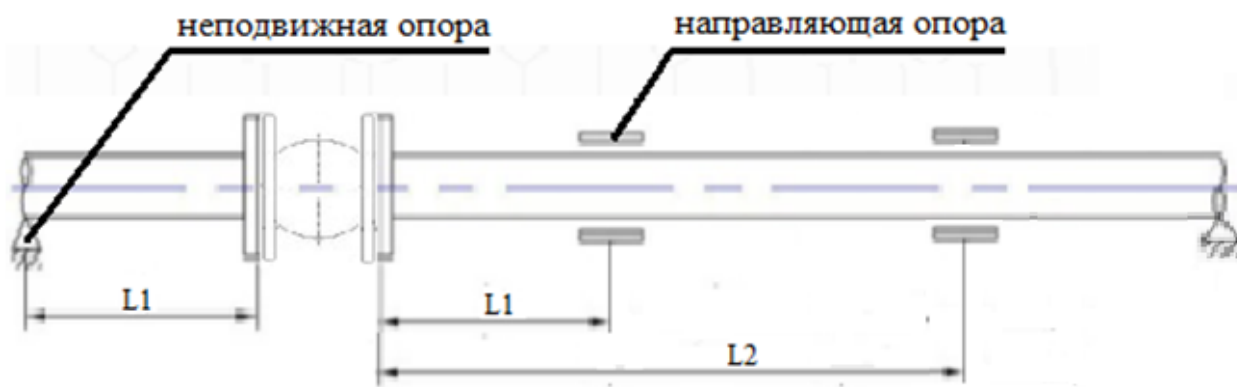

Рисунок 2
2.1.7. Компенсатор необходимо устанавливать вблизи неподвижной опоры на расстоянии не более  $2 DN$  ( $L_1$ , рис.2). Если расстояние от изделия до неподвижной опоры больше  $2 DN$ , то между ними должна быть установлена направляющая опора (или несколько), ограничивающая возможность поперечных и/или угловых сдвигов трубопровода, и обеспечивающая движения трубопровода по оси.
2.1.8. Первая направляющая опора должна быть установлена в пределах предельно допустимого расстояния, т.е. не более  $2 DN$  ( $L_1$ , рис.2) от компенсатора.
2.1.9. Вторую направляющую опору необходимо устанавливать на расстоянии  $14-16 DN$  ( $L_2$ , рис.2) от компенсатора. Количество и необходимость установки второй и последующих направляющих опор определяются при проектировании по результатам расчета трубопровода на устойчивость.